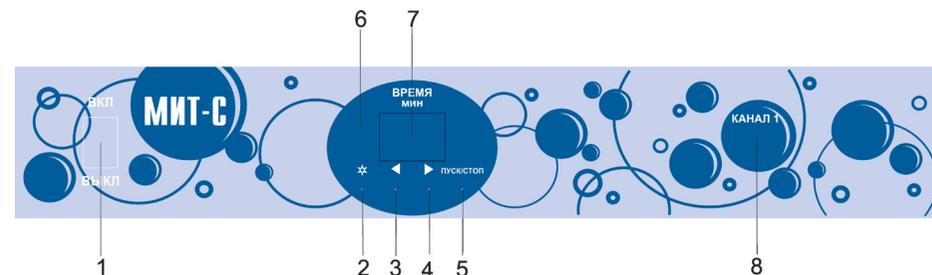

Рис.2
4.5 На передней панели блока электронного (рис.2) расположены: